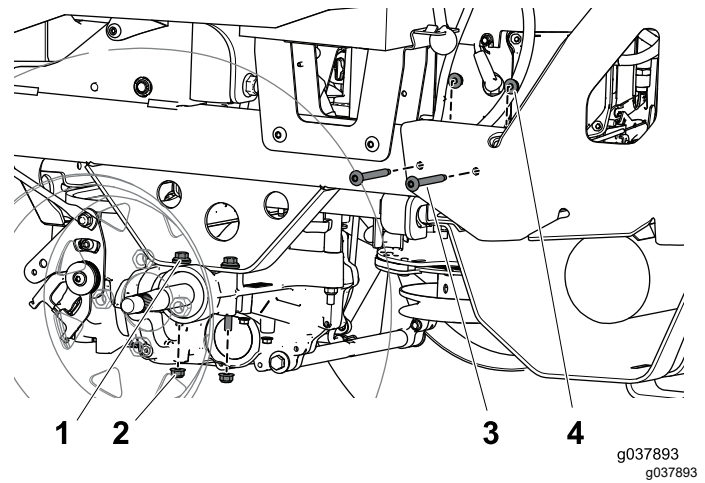

Bild 11
der hinteren Schutzvorrichtung am Rahmen befestigt ist (Bild 11).
3. Entfernen Sie die zwei Bundmutter, mit denen der linke Antrieb am Rahmen befestigt ist (Bild 11), und legen sie zur Seite.